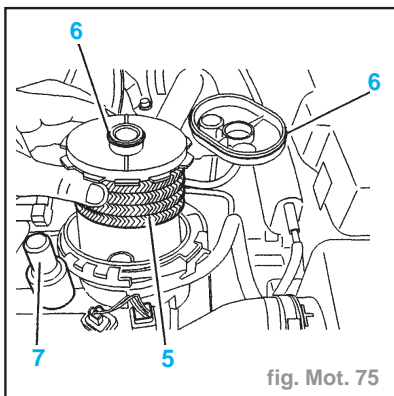

fig. Mot. 75
- l'encliquetable (2)
- le collier (3)
- Écarter le couvercle (4).
- Déposer le filtre à gazole (5) (fig. Mot. 75).